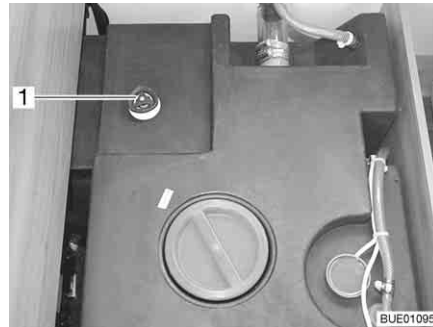

Fig. 233 Serbatoio dell'acqua con maniglia girevole
- Sul serbatoio dell'acqua ruotare la maniglia girevole (Fig. 233,1) in senso antiorario, oltre la resistenza verso l'esterno fino all'arresto, per aprire completamente l'apertura di scarico.